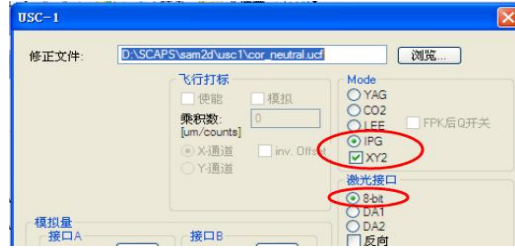

图 19
2) Mode 点选 “IPG” 和 “XY2” ; 激光接口点选 “8-bit” 设置完毕后点击确定 (如图 19)